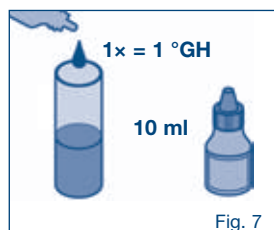

Fig. 7
1. Pode determinar a dureza total da água consultando o fornecedor de água ou através de um teste rápido (teste de gotas, fig. 7). Com base na dureza total da água e no intuito de utilização, pode seleccionar o ajuste do bypass e consultar a capacidade normal do filtro nas tabelas 1-3 no capítulo 10.